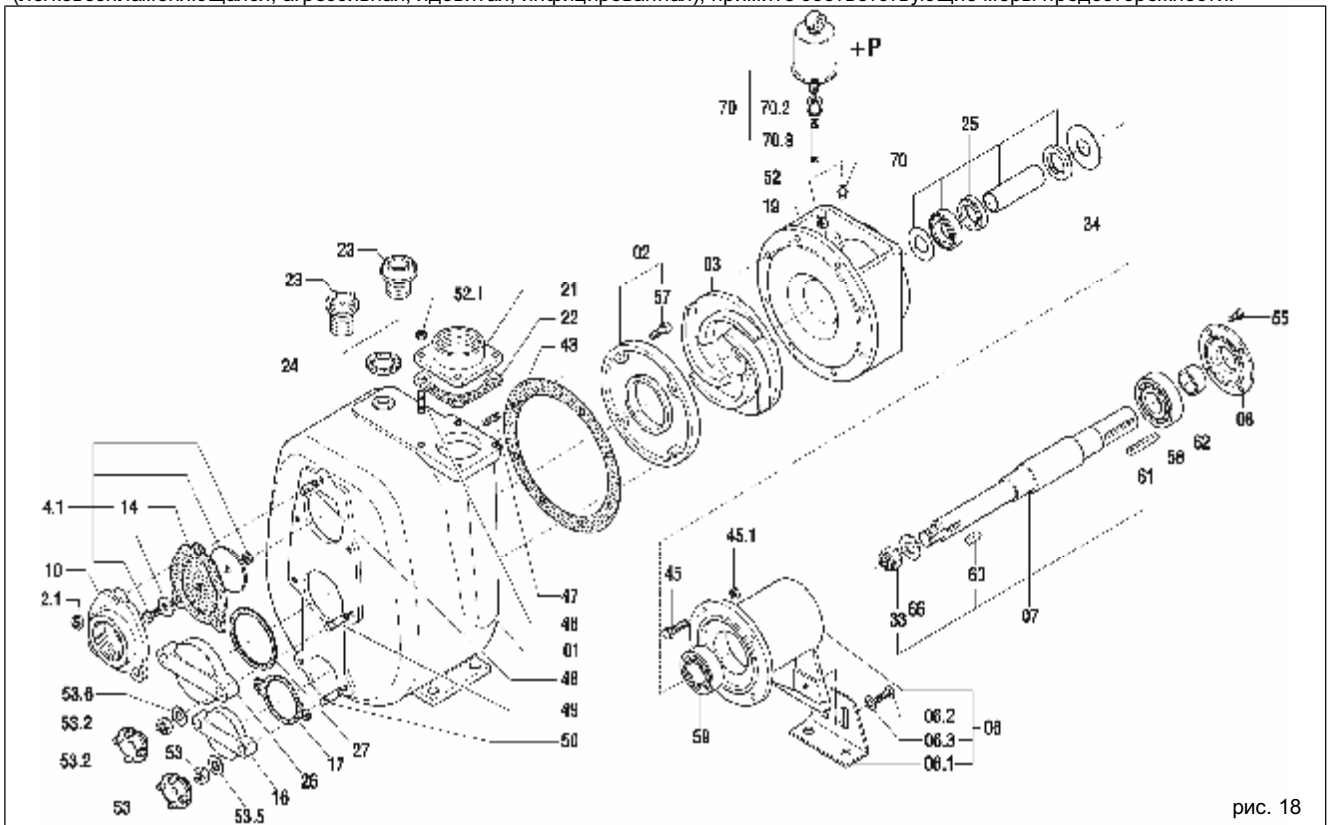
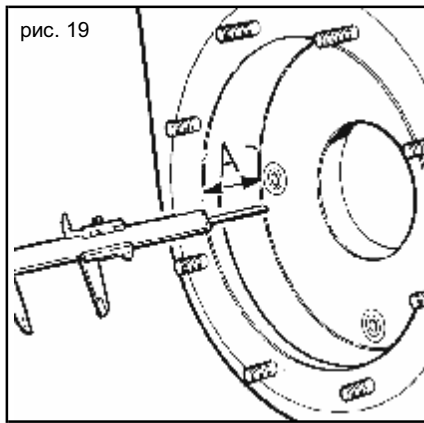

рис. 18
рис. 19
12.2.1 Замена рабочего колеса (03) (рис. 18)
- Слейте жидкость из корпуса насоса через сливное отверстие (16)
- Отверните гайки (52) и снимите корпус насоса, стараясь не повредить прокладку корпуса (43)
- Зафиксируйте рабочее колесо (03) и отверните самоконтрящуюся гайку рабочего колеса (33)
- При необходимости замените прокладку корпуса (43)
- Убедитесь, что расстояние А-В между верхней частью лопастей рабочего колеса и поверхностью пластины компенсации износа (02) находится в диапазоне от 0,3 до 0,6 мм (рис. 19, 20, 21).
12.2.2 Замена пластины компенсации износа (02) (рис. 18)
- Отверните болты пластины компенсации износа (57)
- Снимите пластину компенсации износа и установите новую (02)
12.2.3 Замена обратного клапана (14) (рис. 18)
- Снимите фланец всасывающего отверстия (10)
- Снимите обратный клапан (14)
- Очистите седло клапана фланца всасывающего отверстия (10) и установите клапан на место
12.2.4 Замена механического уплотнения (рис. 18, 22, 23)
- Установите неподвижную часть уплотнения (39) и ее прокладку (38) на головку насоса. Для облегчения данной процедуры смочите головку насоса и прокладку денатурированным спиртом. При необходимости используйте деревянную киянку или аналогичное приспособление для надевания неподвижной части уплотнения (39) на место ее установки
- Затяните болты (45) и гайки (45.1) головки насоса
- Нанесите масло на вращающуюся часть прокладки (40) и манжету вала (43) и наденьте уплотнение на один конец манжеты вала
- Установите прижимное кольцо уплотнения (25.1). Продвиньте прижимное кольцо вперед до упора для установки шпонки рабочего колеса (60)
- Установите рабочее колесо (03), шайбу рабочего колеса (66) и затяните гайку рабочего колеса (33)
- Убедитесь, что расстояние А-В между верхней частью лопастей рабочего колеса и передней пластиной компенсации износа (02) находится в диапазоне от 0,3 до 0,6 мм (рис. 19, 20, 21). Механические уплотнения, поставляемые в качестве запасных частей, снабжены 1 или 2 подкладками (25.2), применяемыми для продвижения рабочего колеса вперед, если оно находится слишком далеко от передней пластины компенсации износа или слишком близко к задней пластине компенсации износа. Подкладки устанавливаются между прижимным кольцом уплотнения (25.1) и рабочим колесом. Дополнительную регулировку можно осуществить с использованием прокладок корпуса насоса и задней пластины компенсации износа (если имеются)
- Установите прокладку корпуса насоса (43), смазав обе ее стороны смазкой
12.2.5 Техническое обслуживание подшипников (рис. 18)